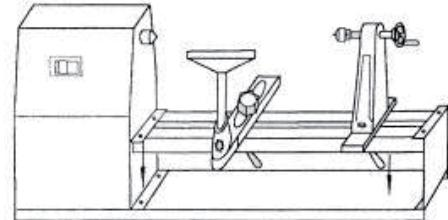

Рис. 8
- Отметьте место, где Вы хотите закрепить заднюю бабку и опору резцов (см. рис. 8).